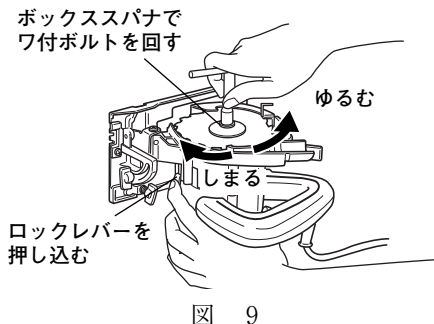

図 9
- ロックレバーを押しながら、付属のボックススパナでワ付きボルトをゆるめてワッシャ(B)を取りはずします。ワ付きボルトは右ねじですので、反時計方向に回すとゆるみます。(図9)